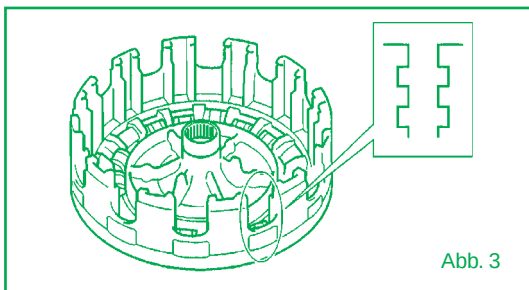

Abb. 3
1. Kupplungsglocke, sicherstellen dass die Zähne keine Beschädigungen aufweisen. Sollten Beschädigungen wie in Abbildung 3 bestehen, ist der korrekte Betrieb der Kupplung beeinträchtigt.